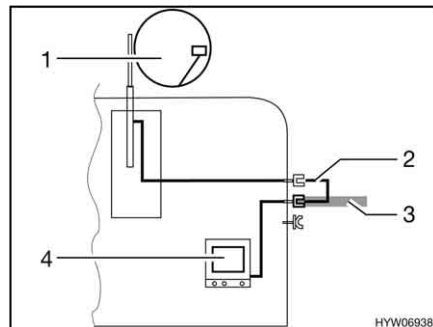

Fig. 129 TV en el vehículo
- TV en el vehículo (Fig. 129,4): Conexión a la antena del techo (Fig. 129,1) con el cable de conexión (Fig. 129,2)
- TV en el vehículo (Fig. 129,4): Conexión a antena externa (Fig. 129,3)